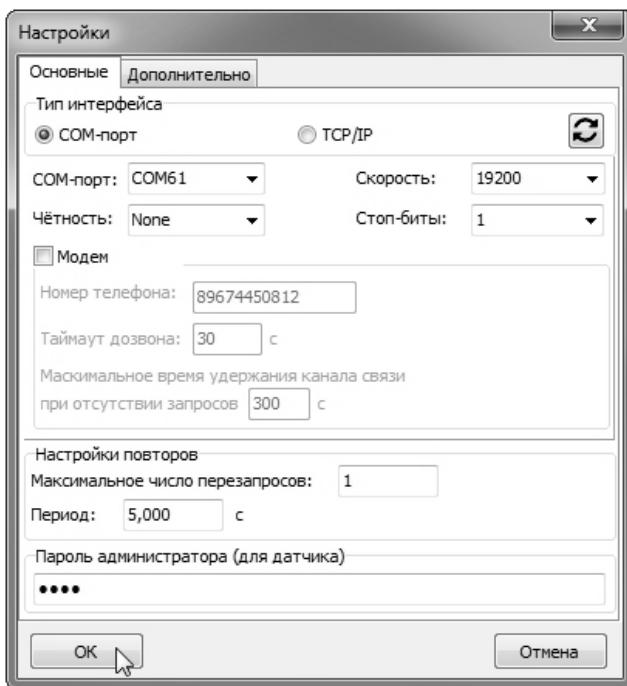

Рисунок 59 – Окно «Настройки»
3.16.3 В программе «Настройка датчиков и вторичных приборов» выбрать пункт главного меню «Опции» → «Настройки», либо нажать клавишу «F9» на клавиатуре. На экране появится окно «Настройки» (рисунок 59).